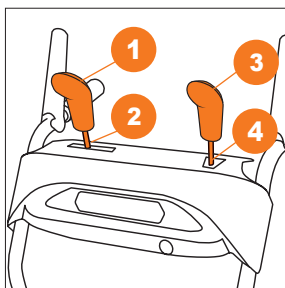

Рис. 22
- Накрутите рукоятки **1** **3** рычагов управления на соответствующие штанги **2** **4** (Рис. 22).